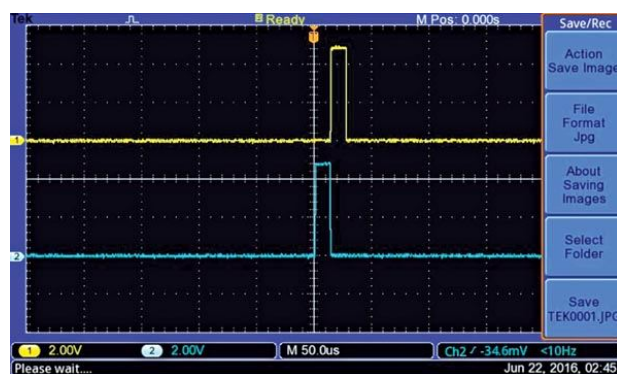

Рисунок 6. Импульсы Фаза и Сброс генерируются двумя половинами микросхемы сдвоенного мультивибратора (IC7).
Кроме того, по завершении процесса сравнения на выходе логического элемента «И» IC13 формируется импульс. Этот импульс очищает содержимое счетчика IC2 и сбрасывает счетчик IC1, устанавливая «1» на его выходе Q0. При смене логического уровня выхода Q0 с низкого на высокий запускаются два ждущих мультивибратора на микросхеме CD4538 (IC7), управляющих функциями *Запись* и *Сброс* двоично-десятичных счетчиков и дешифраторов ЖК дисплея (Рисунок 6). Сигнала *Фаза* для ЖК индикатора формируется еще одним 100-герцовым генератором на логическом элементе «И-НЕ» (D) с входными триггерами Шмитта, входящем в состав микросхемы CD4093.